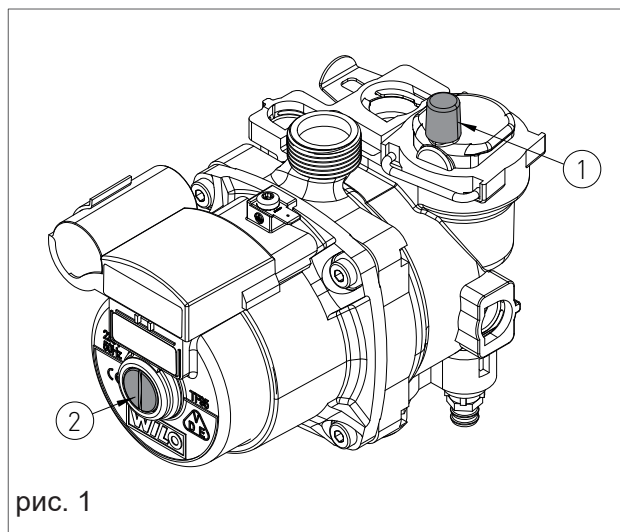

рис. 1
- › Котел в упаковке установите на пол (рис. 1-A) и снимите крепления. Потяните четыре клапана коробки наружу.
- › Придерживая оборудование рукой, поверните его на 90° (рис. 1-B).
- › Поднимите коробку (рис. 1-C) и снимите защиту (рис. 1-D).
Чтобы обеспечить обслуживающему персоналу доступ к внутренним деталям оборудования, при установке учитывайте минимальные технологические расстояния (см. рис.1).
2. Немного ослабьте колпачок автоматического воздухоотводчика (поз. 1 на рис. 1) для сброса воздуха из системы;
6. Отверните колпачок насоса (поз. 2 на рис. 1), чтобы удалить пузырьки воздуха и снова закройте колпачок, чтобы не допустить утечки;